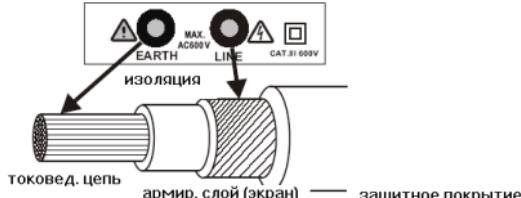

рис. 5
- Подключить измерительные провода AL-24: чёрный и красный к прибору (входные гнезда **Earth/Земля** и **Line/Фаза** соответственно – рис.5). При необходимости воспользуйтесь для подключения проводов зажимами - «крокодил».